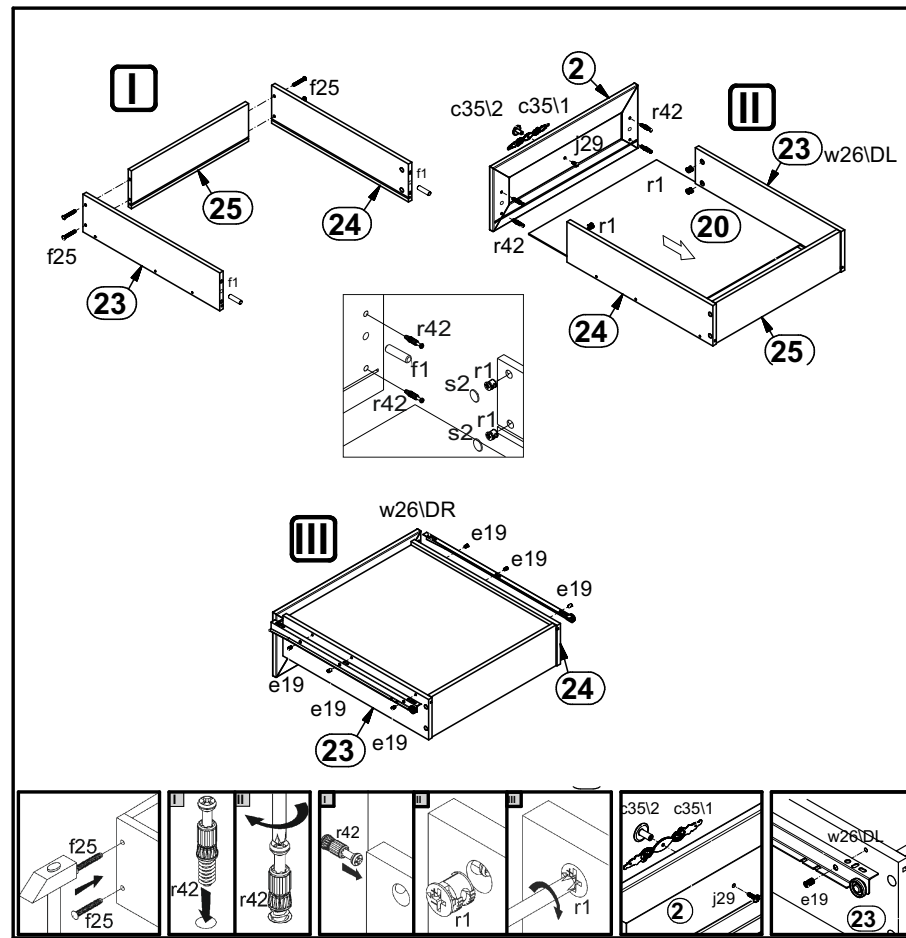

Рисунок 8
17. В отверстия $\varnothing 8$ мм на передних кромках стенок боковых ящиков **23** и **24** вбить деревянные шканты **f1** (см. рис. 8). **ВНИМАНИЕ!** В случае, если шкант выступает из отверстия более, чем на **10 мм**, его необходимо укоротить, т.к. возможно повреждение деталей.
18. В отверстия $\varnothing 15$ мм на внутренних поверхностях стенок боковых ящика **23, 24** вставить стяжки эксцентриковые **g1** (см. рис. 8).